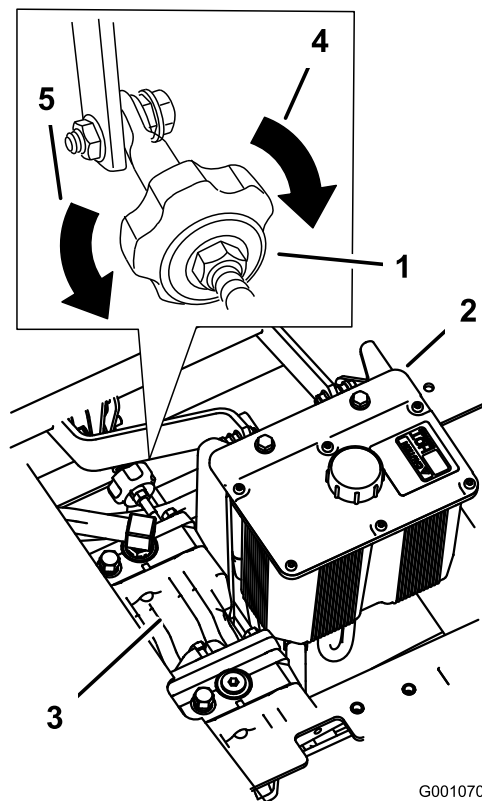

Figure 52
4. Pour que la machine tire à droite, tournez le bouton vers la droite de la machine (voir Figure 52).
5. Pour que la machine tire à gauche, tournez le bouton vers la gauche de la machine (voir Figure 52).